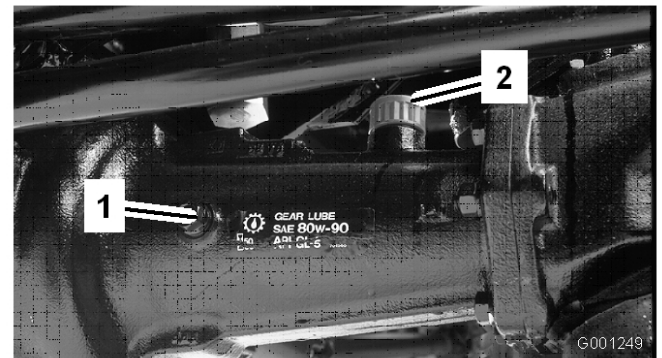
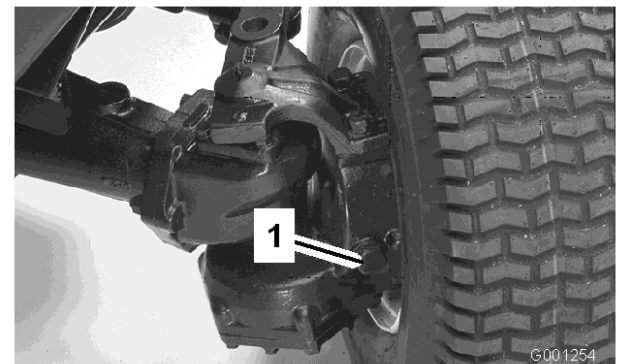

Figura 26
Figura 27
2. Retire los tapones de verificación del eje y asegúrese de que el lubricante llega al borde inferior de cada orificio. Si el nivel es bajo, retire los tapones de llenado y añada suficiente lubricante para que el nivel llegue al borde inferior de los orificios de los tapones de verificación (Figura 26 y Figura 27).